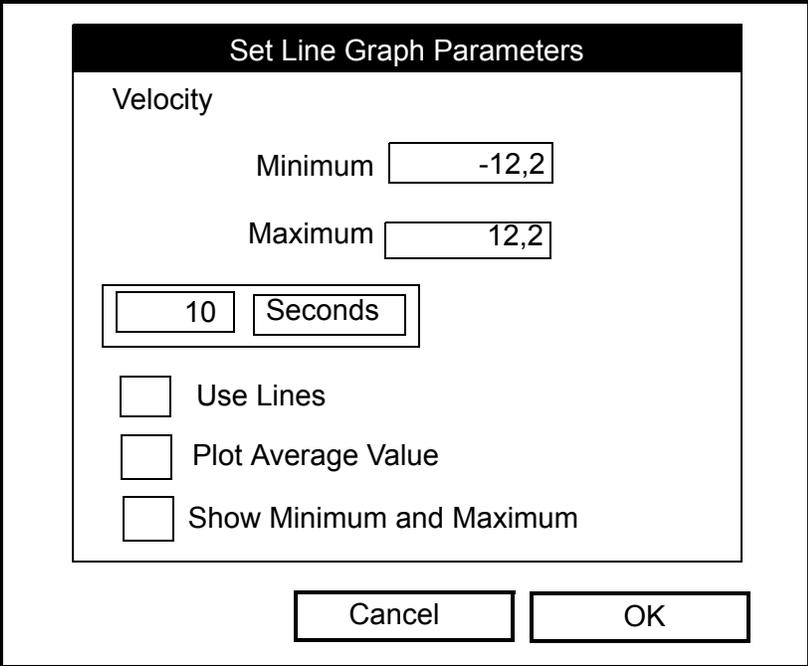

Рис. 3-4. Окно Line Graph Parameters (Параметры линейного графика)
2. В опции *Change* (Изменить) выпадающего меню снова нажмите [ENTER] (ВВОД), после чего откроется окно, аналогичное показанному на рис. 3-4 ниже.